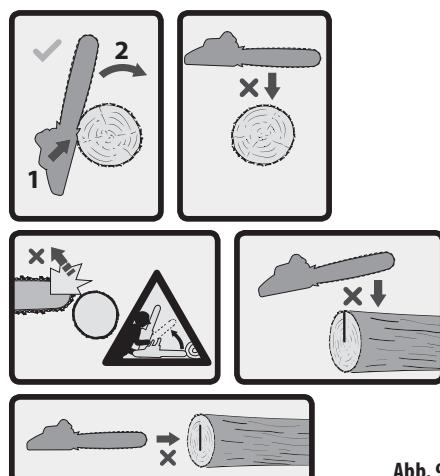

Abb. 9
4. Setzen Sie die Säge mit dem unteren Teil des Krallenanschlags (Abb. 8 und Abb. 9) auf dem Stamm auf und drehen Sie die Säge mit leichtem Druck auf den vorderen Griff auf die gegenüberliegende Seite des Stamms, sodass die Führungsschiene zum Boden zeigt. Durch eine Rückwärtsbewegung der Säge setzen Sie den Krallenanschlag tiefer auf den Holzstamm und wiederholen Sie den Vorgang, bis der Stamm durchgeschnitten ist (Abb. 8 und Abb. 9).